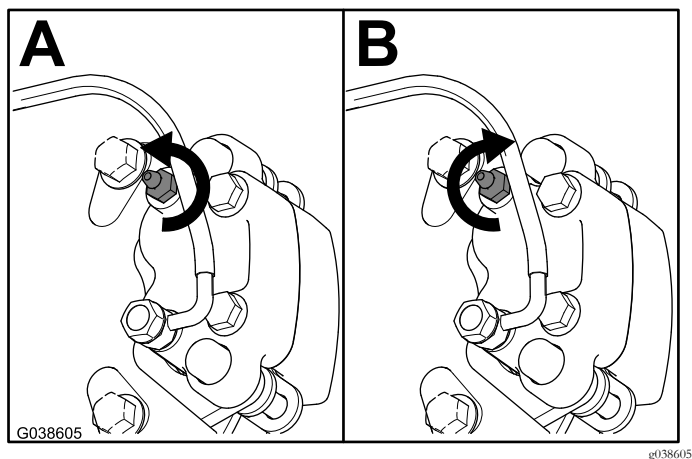

Figura 12
3. Con el pedal de freno pisado a fondo, afloje el tornillo de purga 1/4 de vuelta (Figura 12).
4. Con el pedal de freno pisado a fondo, apriete el tornillo de purga 1/4 de vuelta (Figura 12).